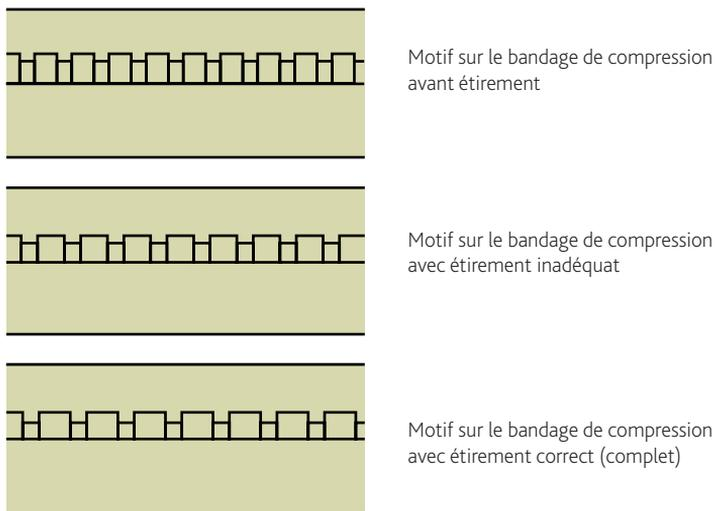

Figure 7 : Comparaison des tensions du bandage de compression
- Utilisez au moins deux couches de bandage étiré au maximum (plus aucune élasticité dans le bandage). Lorsque le bandage est tendu au maximum, les petits repères de tension rectangulaires vont s'étirer pour prendre une forme carrée. Voir la *Figure 7* ci-dessous.